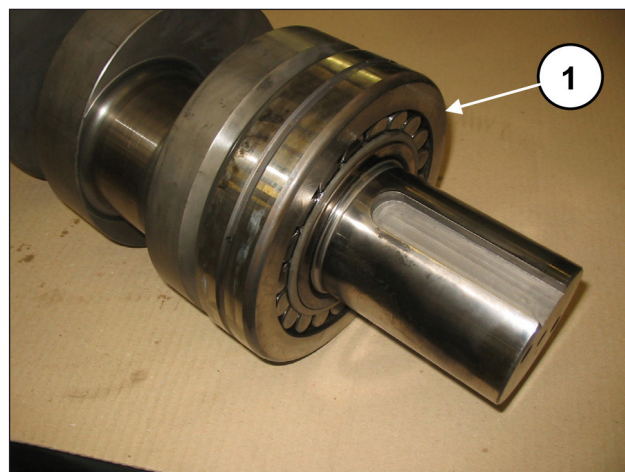
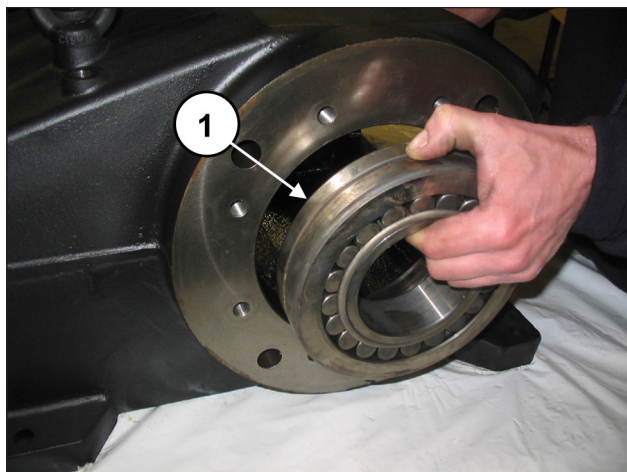

Рис. 42
Рис. 43
Установите подшипник со стороны ВМ на вал до упора (поз. ①, Рис. 42) и монтируйте подшипник с противоположной стороны на картер (поз. ①, Рис. 43).
Подшипник на Рис. 43 имеет внутреннее конусное кольцо. Убедитесь, что конусность направлена снаружи внутрь, чтобы затем можно было вставить втулку.